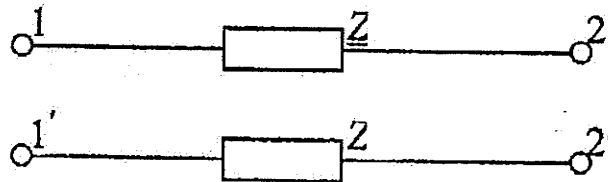

Рис. 3.5
1. Определить А-параметры для четырехполюсника на рис. 3.5.